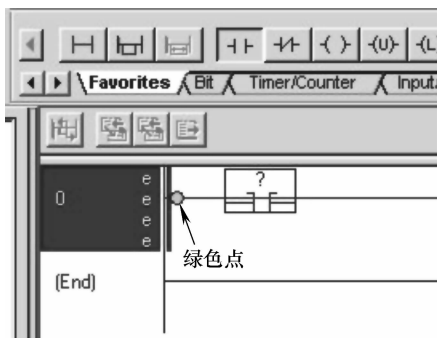

图 1-8 选择并插入闭合指令
4. 在指令工具栏中，左键单击并按住检查是否闭合指令  如图 1-8 所示。
5. 将 XIC 拖到梯级 0 上，直到出现如图 1-8 所示的绿色点。在想要放置指令的位置上释放鼠标按键。